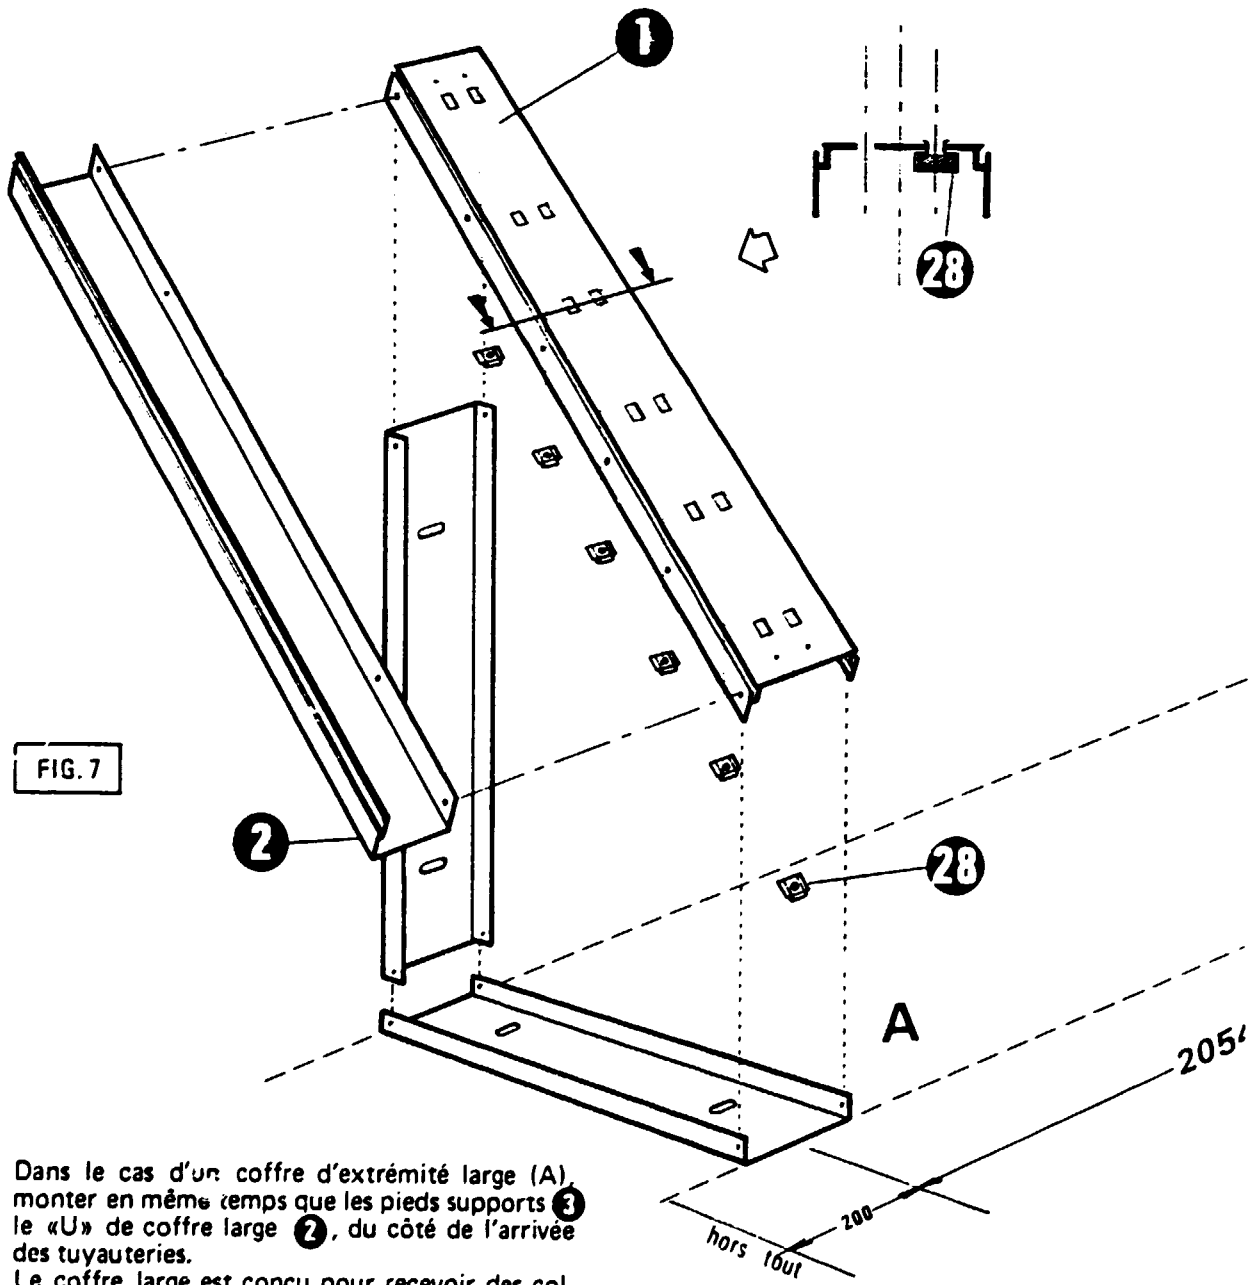

FIG. 7
a) Montage une ligne figure 6. Monter les «U» d'assemblage ① sur le pied support ③ à l'aide des vis H6x12 ②. b) Montage deux à six lignes figure 7.